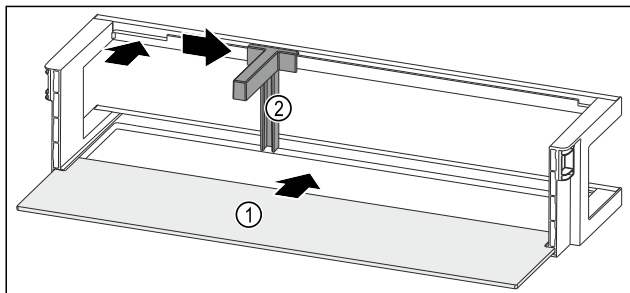

Fig. 204 Türabsteller mit Abstellfläche
- Abstellfläche Fig. 204 (1) in die seitlichen Aussparungen einschieben.
- Flaschenhalter Fig. 204 (2) in die Aussparung einsetzen.
- Flaschenhalter Fig. 204 (2) in gewünschte Position zur Seite schieben.